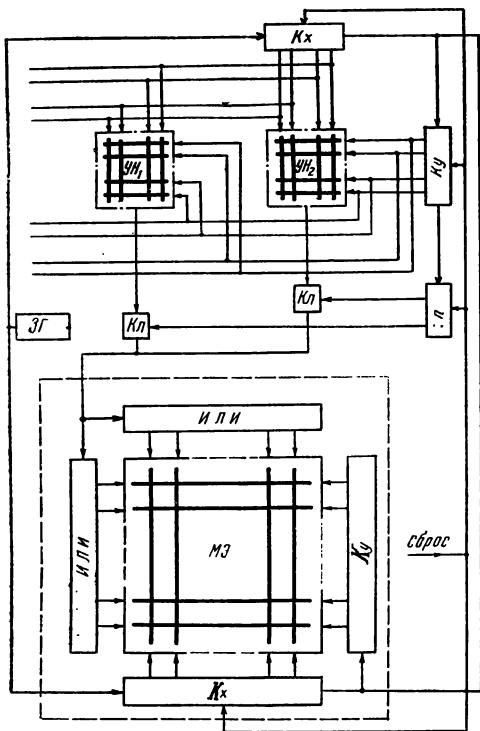

Рис. 3. Блок-схема кинорекламной установки с разверткой изображения
Сравнение соотношений (1) и (2) достаточно наглядно показывает преимущество и простоту коммутации матричных экранов. Блок-схема управления матричным экраном приведена на рис. 3 и обведена пунктирной рамкой. С помощью коммутатора  $K_y$  вертикальных и коммутатора  $K_x$  горизонтальных строк изображение воспроизводится на поверхности экрана. При этом скорость развертки для визуального восприятия целостного изображения должна быть такой, чтобы весь кадр изображения разворачивался за время не менее 0,02 с.
Упрощенная блок-схема установки показана на рис. 3. Система содержит ряд устройств набора информации  $U_n$ ,  $U_{n_1}$ ,  $U_{n_2}$ ; коммутаторы  $K_x$ ,  $k_x$  горизонтальной и коммутаторы  $K_y$ ,  $k_y$  вертикальной развертки; за дающий генератор  $ZG$ ; матричный экран  $M\mathcal{E}$ , а также ряд других узлов.